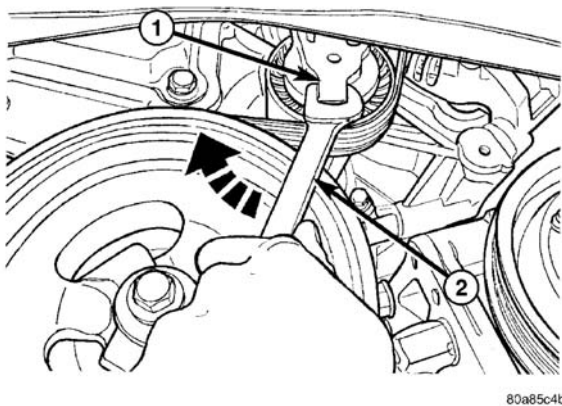

图 4 空调和发电机皮带张力的释放
- （3）将扳手放在皮带张紧器凸耳上（图 4）。
- （4）顺时针方向旋转张紧器以释放皮带的张力（图 4）。
(2) 顺时针旋转皮带张紧器直至将皮带安装到曲轴皮带轮上为止（图 4）。慢慢地释放皮带张紧器。